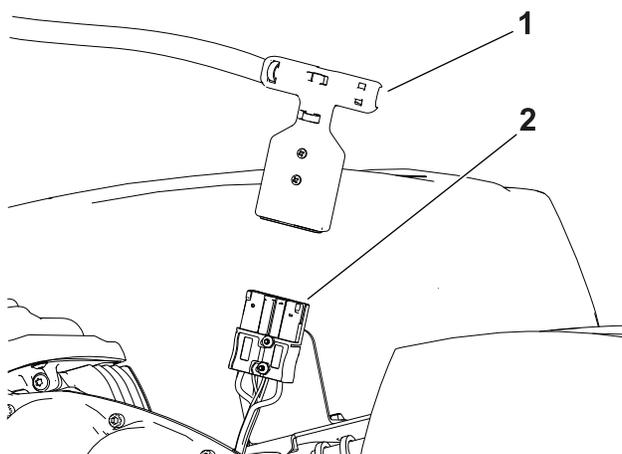

Figure 26
4. Débranchez le connecteur à poignée en T du faisceau de câblage principal au connecteur d'alimentation principal sur le socle de la batterie (Figure 26).